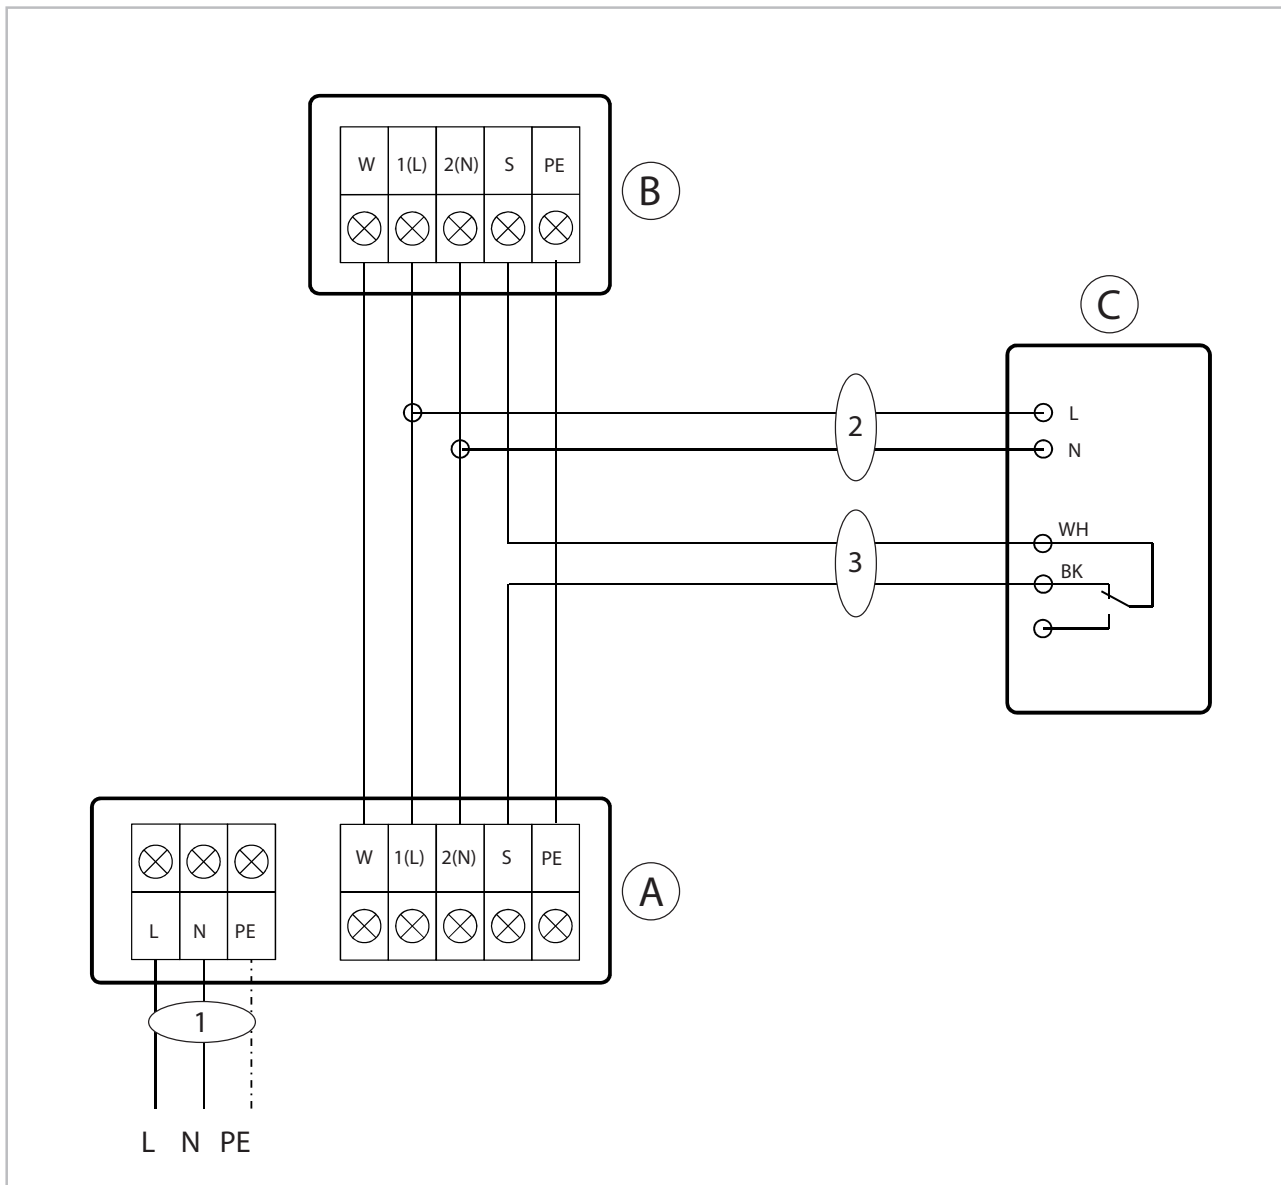

Abb. 42: Elektrisches Anschlussschema
- Wird bei dem Gerät eine als Zubehör erhältliche Kondensatpumpe eingesetzt, ist bei der Verwendung des Abschaltkontaktes der Pumpe ggf. ein zusätzliches Relais zur Erhöhung der Schaltleistung, zur Abschaltung des Kompressors, erforderlich (siehe Abb. 42).